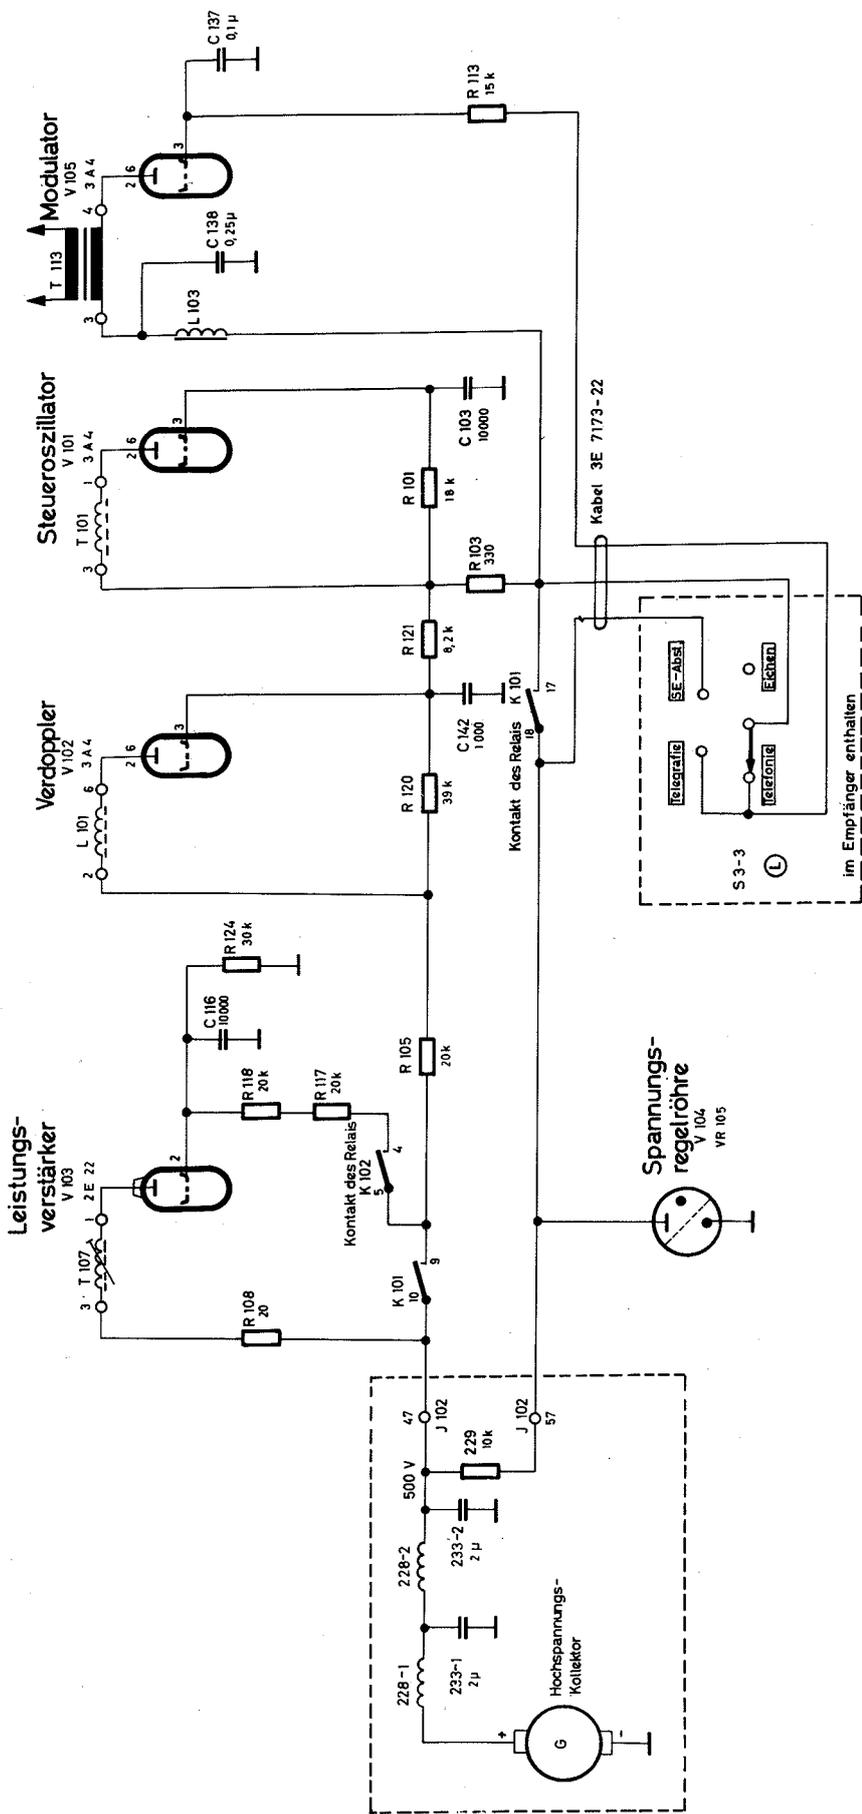

Bild 80 Anoden- und Schirmgitterkreise des Senders
Schirmgitter der Röhren Spannung, mit Ausnahme der Röhre V 103 (Bild 80). Ist die Morse- oder die Sprechtaete geschlossen, erhalten alle Röhren Spannung und der Sender ist in Betrieb.
d) Überlastungsrelais. Die Kontakte 5 und 4 des Überlastungsrelais K 102 liegen in Serie mit dem Schirmgitterwiderstand der Leistungsverstärkerröhre V 103 (Bild 80). Diese Kontakte sind normalerweise geschlossen. Sollte die Signalspannung an dem Steuergitter der Röhre V 103 aussetzen, könnte die Röhre zerstört werden, da die negative Vorspannung wegfällt und ein hoher Anodenstrom fließt. Um diese Möglichkeit auszuschalten, ist eine Relaispule mit dem Steuergitter in Serie geschaltet. Die Kontakte dieses Relais liegen in der Schirmgitterspannungsleitung.
röhre V 102 Anoden- und Schirmgitterspannung. Der Schalter L (S 3-3) im Empfängergehäuse löst diesen Vorgang aus. Er ist durch das Verbindungskabel 3E 7173-22 mit dem Sender verbunden. Wird der Schalter S 3-3 auf „S.-E. ABST.“ gestellt, schließt er die Kontakte 17 und 18 des Relais K 101 kurz (Bild 80).